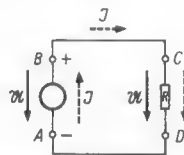
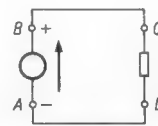

Bild 6a. Lage der Spannungs- und Stromvektoren im geschlossenen Stromkreis
Bild 6b. Falsche Angabe des Spannungsvektors am Generator
Zur Darstellung des Spannungspfeils führen folgende Überlegungen: Man denke sich einen Generator mit einem an seine Klemmen angeschalteten Verbraucher (Bild 6a). Wie eingezeichnet, sei in Punkt B der Pluspol. Man würde also zunächst es für richtig finden, den Spannungspfeil wie in Bild 6b gezeichnet einzutragen.
In Wirklichkeit muß man aber folgendermaßen vorgehen. Der Strom fließt nach der getroffenen Festlegung von + nach - (siehe Bild 6a). An R (ohmscher Widerstand) entsteht ein mit i gleichphasiger Spannungsabfall. Damit ist der Spannungspfeil von C nach D gerichtet einzutragen. Die Generatorspannung muß diesem Spannungsabfall entgegengesetzt gerichtet sein. (Summe aller Spannungen in einem Stromkreis = 0.) Für den Generator ist demnach die Spannungsrichtung von B nach A einzuzeichnen (Bild 6a).
b) Leistungsverbrauch tritt ein — nach der üblichen Festlegung — wenn i und u gleichphasig sind. Beim Generator dagegen sind i und u gegenphasig. Auch diese Regel wird bei der Kennzeichnung nach Bild 6a eingehalten.